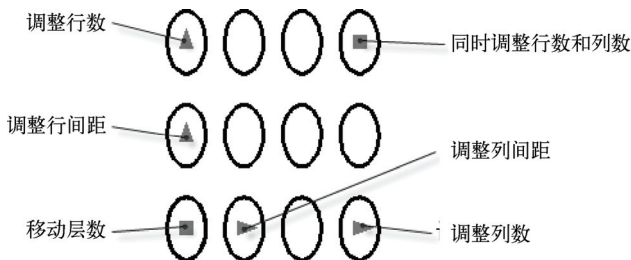

图 4-31 使用夹点调整阵列参数
- 3 在阵列预览中，拖曳相应的夹点以调整间距以及行数和列数，如图 4-31 所示。还可以在“阵列创建”上下文选项卡中修改相关的值。